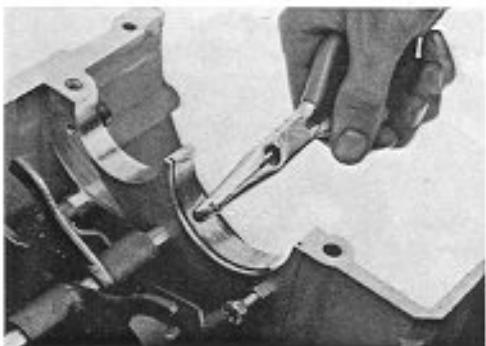

Fig. 161
- Con un paio di pinze a becchi sottili estrarre la spina che vincola assialmente il perno delle forcelle spostamarce (Fig. 161).
- With a pair of needle nose pliers remove the pin which locates the gearshift fork spindle (Fig. 161).